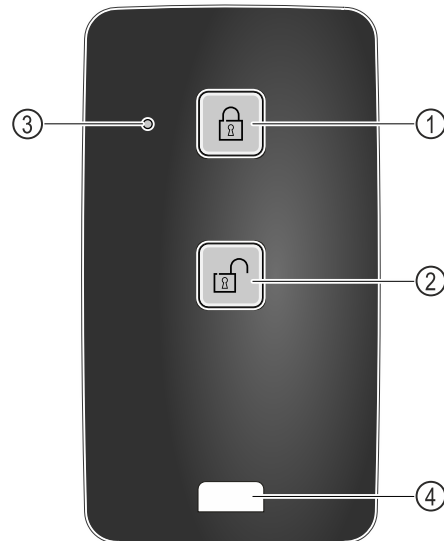

Fig. 149
- ▶ Nyomja meg a gombot Fig. 149 (1) a távirányítón.
- ▶ Nyomja meg a gombot Fig. 149 (2) a távirányítón.
- ▶ Az állapotjelző LED Fig. 149 (3) a gomb megnyomásakor látható visszajelzést ad.
- ▶ Szem Fig. 149 (4) a távvezérlés, pl. kulcstartóra való rögzítéséhez.